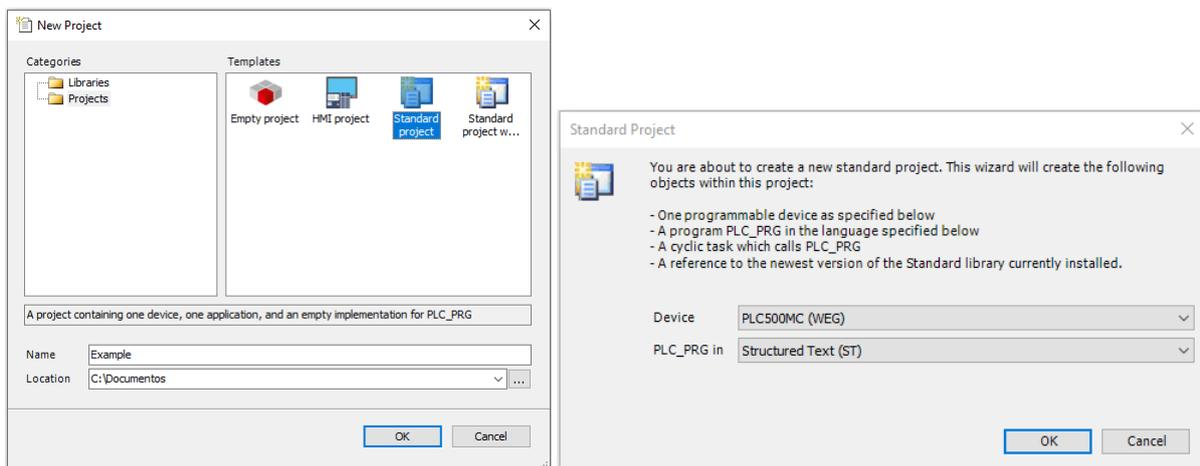

Figura 2.2: Configuración del proyecto en el Codesys.
- Luego de la instalación, abra el Codesys y cree un nuevo proyecto en **File > New Project**. Seleccione **Standard Project**, defina un directorio y el nombre de la aplicación. Seleccione el Device **PLC500MC** y el lenguaje de programación deseado, conforme la Figura 2.2.